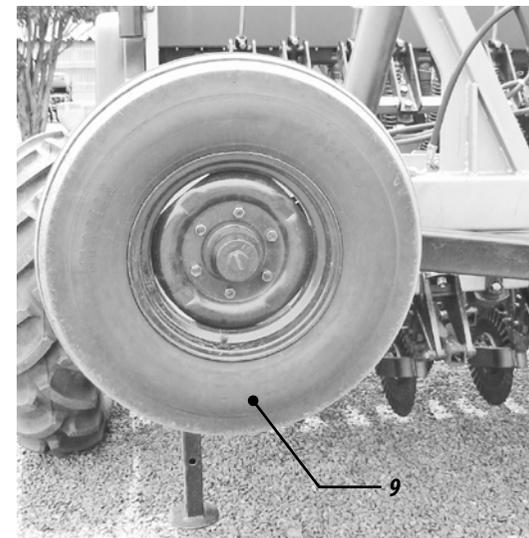

Figura 57
- 05 - Accione los juegos de ruedas de la sembradora (9) para levantarla, (llave n° 2 del panel). FIGURA 57.